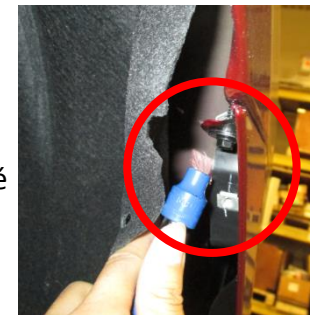

Figure 2
- Enlèvement du carénage de pare-chocs** – Utiliser l'écarteur de panneau pour retirer trois (3) rivets en plastique du carénage inférieur. Utiliser un embout T15 et une douille 7 mm pour retirer cinq (5) vis de la doublure de passage de roue de chaque côté, voir **Figure 2**. Ouvrir le coffre. À l'aide d'un écarteur en plastique, retirer avec précaution le carénage en plastique en commençant par les bords extérieurs près des passages de roue. Débrancher le câblage du carénage s'il y a lieu.
1. Enlèvement du carénage de pare-chocs – Utiliser l'écarteur de panneau pour retirer trois (3) rivets en plastique du carénage inférieur. Utiliser un embout T15 et une douille 7 mm pour retirer cinq (5) vis de la doublure de passage de roue de chaque côté, voir **Figure 2**. Ouvrir le coffre. À l'aide d'un écarteur en plastique, retirer avec précaution le carénage en plastique en commençant par les bords extérieurs près des passages de roue. Débrancher le câblage du carénage s'il y a lieu.